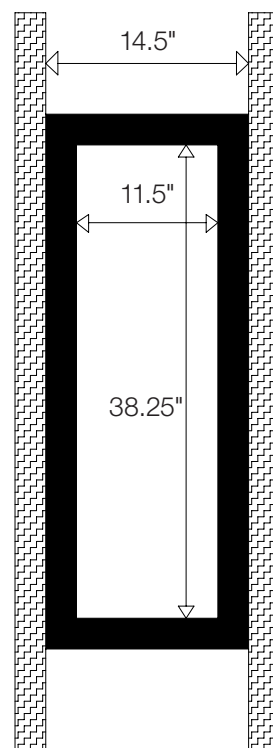

图 14
2. 使用 2x6 木板 (50.8mm x 152.4mm) 以建立一个内部尺寸为 971.6mm x 292.1mm 的框架 (见图 14)。用钉子或木螺钉固定现有立柱。